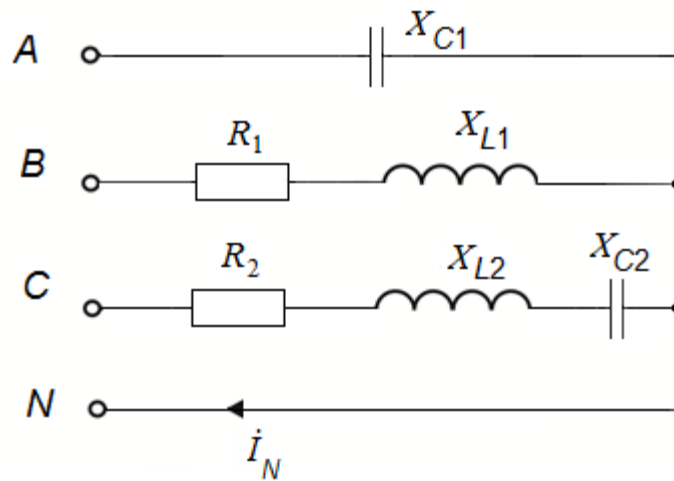

Рис. 186
8. На схеме (рис. 186) потребители трехфазного тока соединены «звездой». Определить фазные токи, ток в нейтральном проводе I_N , полную мощность всей цепи S , если U линейное напряжение $U_{л} = 380$ В; $R_1 = R_2 = 11$ Ом; $X_{L1} = 19$ Ом; $X_{C1} = 22$ Ом; $X_{C2} = 53$ Ом.